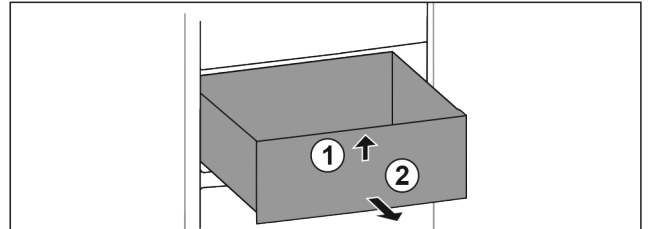

Fig. 70
- ▶ Podignite ladicu sprijeda. Fig. 70 (1)
- ▶ Izvadite ladicu prema naprijed. Fig. 70 (2)